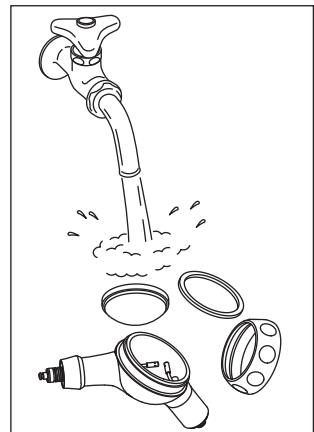

Figure 14
- 3) Lavez à l'eau courante la poudre de nettoyage collée à l'intérieur du réservoir et du couvercle (figure 14).